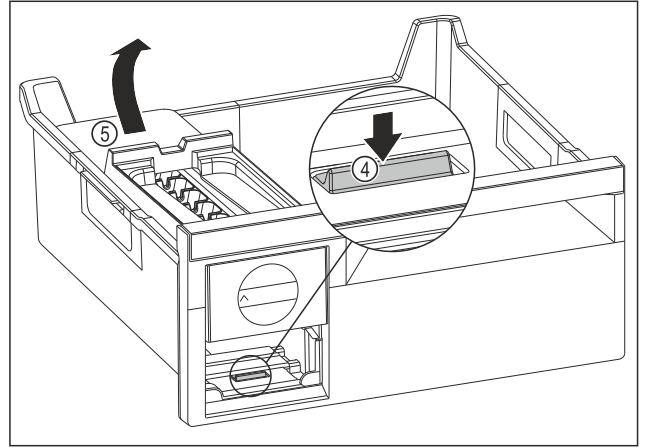

Fig. 166
- EasyTwist-Ice gövdesini çıkarın: Kulağı Fig. 166 (4) parmağınızla aşağı bastırın ve aynı anda diğer elinizle EasyTwist-Ice gövdesini Fig. 166 (5) arkadan kaldırın.